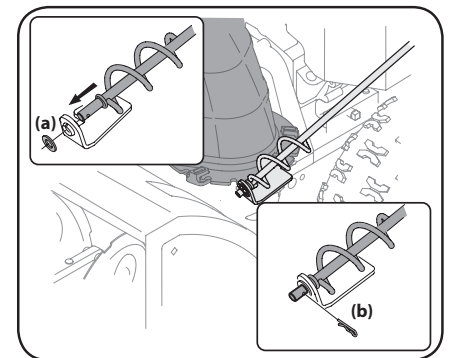

Figura 2-11
1. Quite la tapa plástica (si está puesta), la arandela plana (a) y el sujetador de horquilla (b) del extremo del conjunto del control direccional del canal. Consulte Figura 2-11.